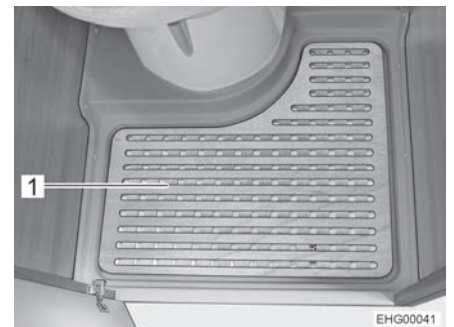

Bild 100 Uttagbar golvplatta
- Ta bort den uttagbara golvplattan (Bild 100,1) när du vill duscha.